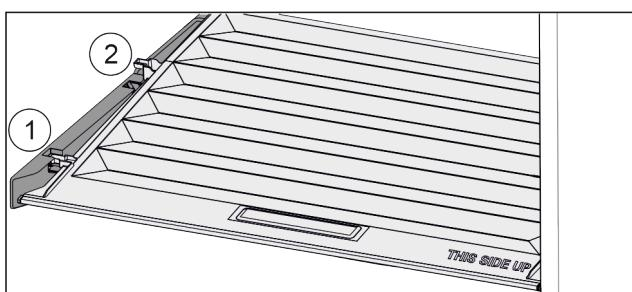

Fig. 134
- Veko potiahnite dopredu až k otvoru v prídržných dieloch Fig. 134 (1).
- Vzadu ho nadvihnite zospodu a zložte smerom nahor Fig. 134 (2).